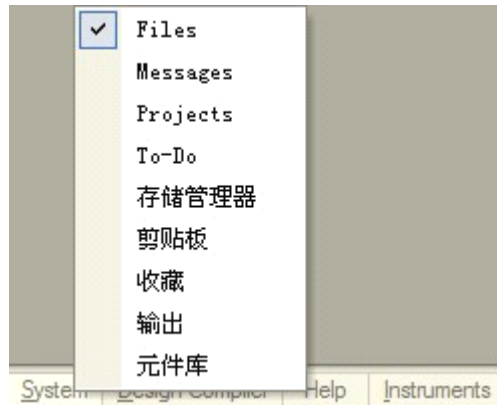

图 1-2-11 通过标签栏放置标签
(2) 单击工作主窗口界面下方的标签，进行选择配置，如图 1-2-11 所示。